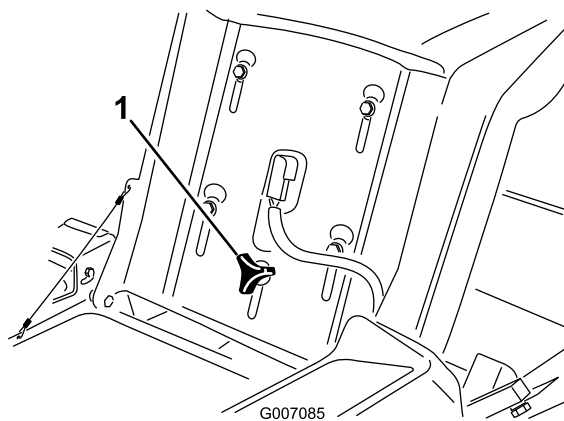

Figura 18
1. Levante el asiento y afloje el pomo de ajuste lo suficiente para poder desplazar el asiento (Figura 18).